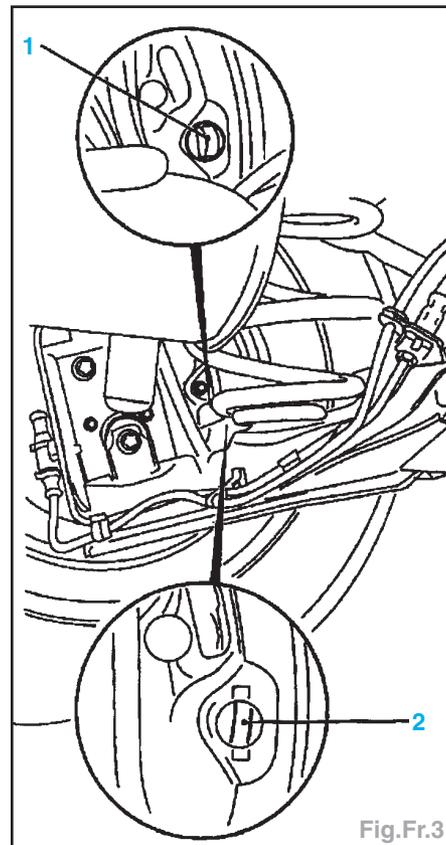

Fig.Fr.3
- Retirer le bouchon (1) du trou de regard du plateau et contrôler l'épaisseur (2) restante de la garniture (Fig.Fr.3).